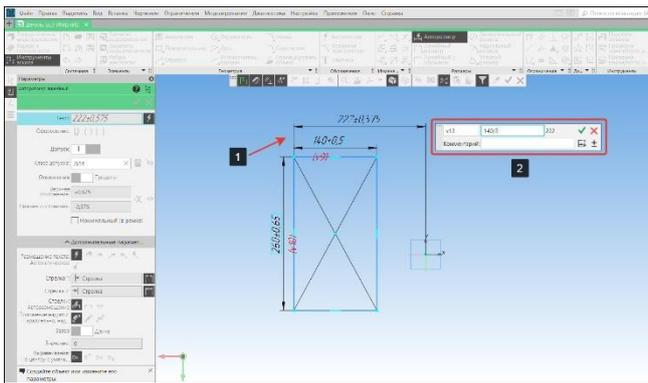

Рисунок 42 – Математические вычисления
- В панели размеры выберем команду авторазмер и проставим горизонтальный размер (1) как показано на Рисунок 42;
- В окне установки размеров (2) (Рисунок 42) в поле выражение (2) (Рисунок 38 - Окно установки значения размера) введем арифметическое выражение: $140/2$, где знак «/» (Slash) означает операцию деления;